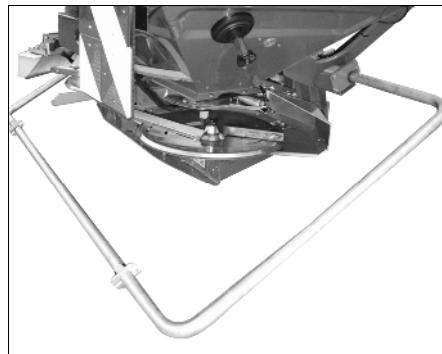

Рис. 52
- Опустите защитную дугу (если имеется) (Рис. 52) вниз.